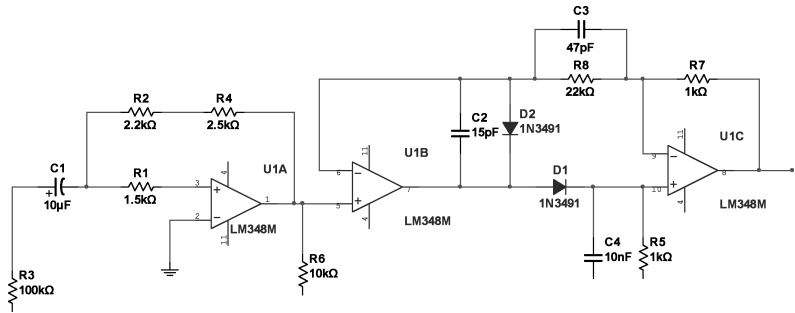

图 5-86 布线结果
10) 将光标指向要连接的元器件的引脚上，鼠标指针自动变为实心圆圈状，单击左键并移动光标，执行自动连线操作。连接好的电路原理图如图 5-86 所示。